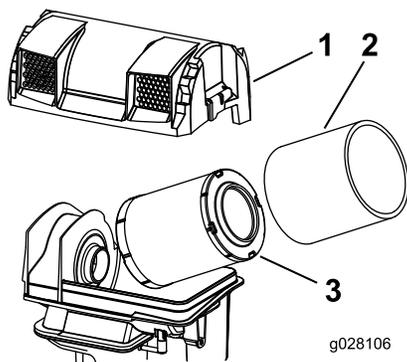

Figure 44
6. Ouvrez les dispositifs de verrouillage du filtre à air et détachez le couvercle du boîtier du filtre (Figure 44).
8. Sortez le préfiltre du boîtier du filtre avec précaution (Figure 44).